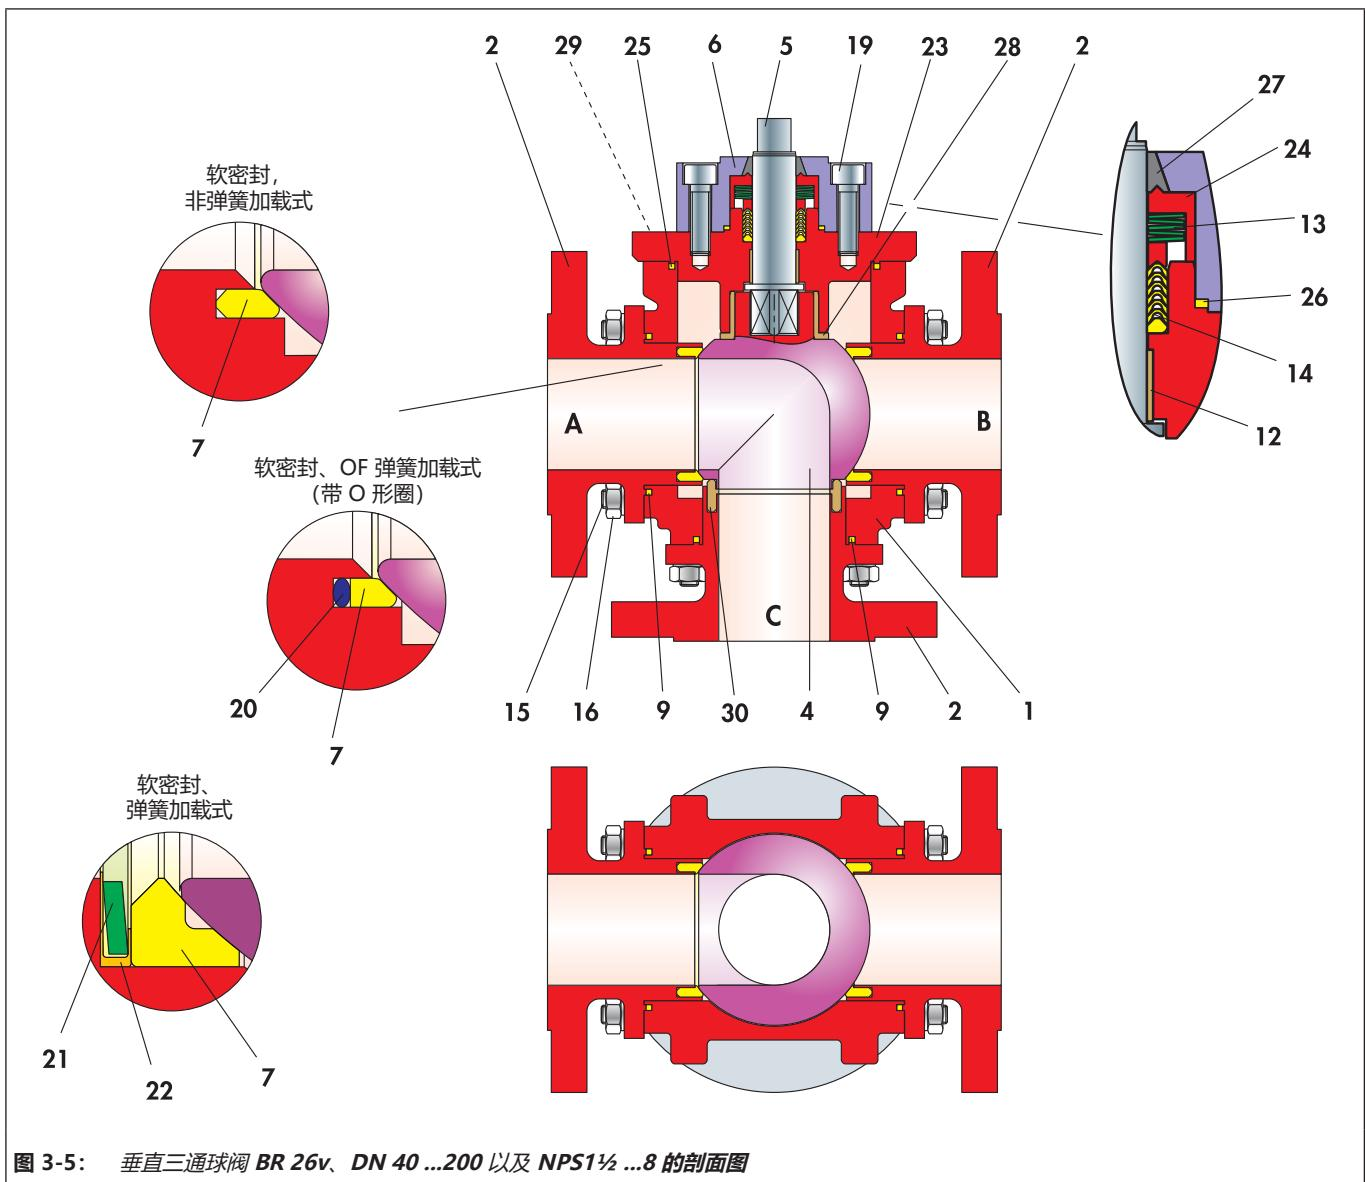

图 3-5: 垂直三通球阀 BR 26v、DN 40 ...200 以及 NPS1½ ...8 的剖面图
- ⇒ 请勿损坏控制轴 (5) 的密封表面。
- ⇒ 在将轴承套 (12) 和控制轴 (5) 定位在阀盖法兰 (23) 中时确保其未倾斜。
- ⇒ 将 V 形环填料 (14) 轻微旋转滑过所安装的控制轴 (5)，并将其插入阀盖法兰 (23) 的填料位置。有关 V 形环的排布，请参见图 3-5。
- ⇒ 将盘簧组 (13) 穿过阀球轴 (5) 向上直抵 V 形环填料 (14)。有关盘簧排布，请参见图 3-5。
- ⇒ 将衬套 (24) 穿过控制轴 (5) 向上直抵盘簧 (13)。
- ⇒ 将阀环 (27) 压入填料箱法兰 (6)。
- ⇒ 将 O 形圈 (26) 插入填料箱法兰 (6)。
- ⇒ 将填料箱法兰 (6) 穿过控制轴放到阀盖法兰 (23) 上。
- ⇒ 轻轻润滑螺钉 (19)。
- ⇒ 用螺钉 (19) 调整填料箱法兰。